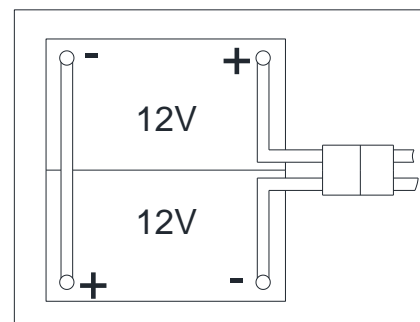

Figura 3
La macchina richiede due batterie da 12 V, collegate come nello schema (Figura 3).
1. Aprire il coperchio del serbatoio di recupero (1) e verificare che il serbatoio di recupero (25) sia vuoto; altrimenti svuotarlo con il tubo di scarico (22).
2. Chiudere il coperchio del serbatoio di recupero (1).
3. Rovesciare con attenzione il serbatoio di recupero (25).
5. Installare il cavo della batteria come mostrato in (Figura 3), poi stringere con cura il dado su ciascun terminale della batteria.
6. Collocare il cappuccio di protezione su ciascun terminale, quindi collegare il connettore della batteria (54).
7. Abbassare con cura il coperchio del serbatoio di raccolta (25).